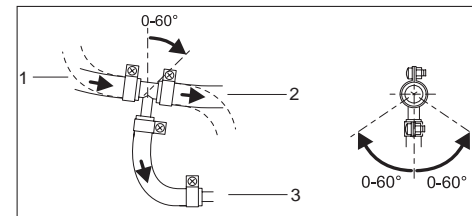

Abb. 13: Beispiel: Einbaulage Brennstoffentnehmer Vorlaufleitung
- Brennstoffentnehmer so einbauen, dass Luft- oder Gasblasen selbständig in Richtung Fahrzeugtank abfließen können. Siehe Abb. 13.